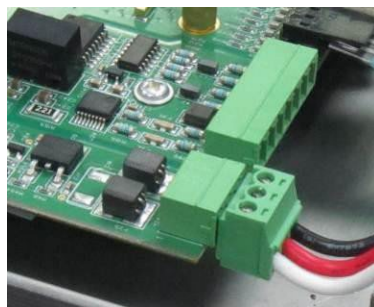

图2-6: 电缆接线
N. 把电源线重新接接线端子，然后把端子重新插到主板上，如图 2-6所示。